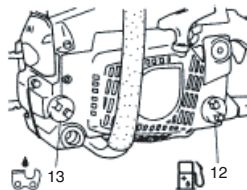

Fig. 8
⚠ ADVERTENCIA (Fig. 8)
Aceite para cadena (Fig. 8)
Al llenar el combustible (12) o el aceite para cadena (13) en el depósito, coloque el aparato con la tapa hacia arriba. (Fig. 8)